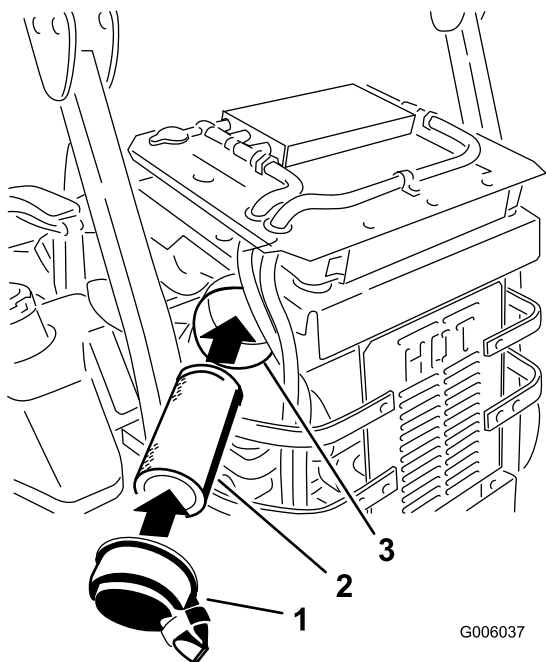

Figura 36
5. Abra los cierres del limpiador de aire y tire de la tapa del limpiador de aire para separarla de la carcasa del limpiador de aire (Figura 36).
7. Extraiga con cuidado el filtro del cuerpo del limpiador de aire (Figura 36). Evite golpear el filtro contra el lado de la carcasa.
2. Introduzca el filtro con cuidado en la carcasa del limpiador de aire (Figura 36). Asegúrese de que está bien asentado empujando sobre el borde exterior del filtro mientras lo instala.
3. Instale la tapa del limpiador de aire y fije los cierres (Figura 36).